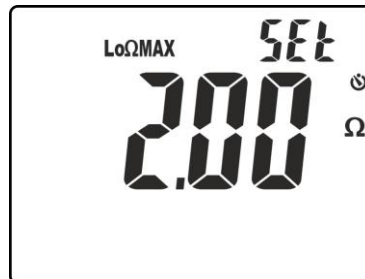

Fig. 26: Configuration du seuil limite de la mesure de continuité
4. Cliquer sur les touches **▼/⚡** ou **▲/ZERO** pour sélectionner la valeur comprise dans l'échelle: **0.05 Ω à 9.99 Ω** (voir Fig. 26)
4. Cliquer sur les touches **▼/⚡** ou **▲/ZERO** pour sélectionner la valeur comprise dans l'échelle: **0.05Ω à 9.99Ω** (voir Fig. 26)